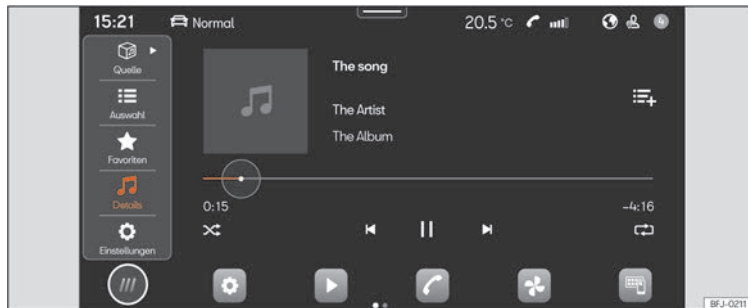

Abb. 189 Schematische Darstellung: Ansicht Medien.
- Drücken Sie **HOME > ► ► ►** [Abb. 189].